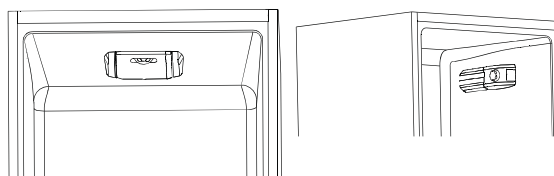

Fig.4
- A unidade do termóstato para controlo do aparelho está localizada dentro do compartimento frigorífico (Fig.4). Gire o botão do termóstato para além da posição "0". A luz fica acesa quando a porta do frigorífico está aberta.